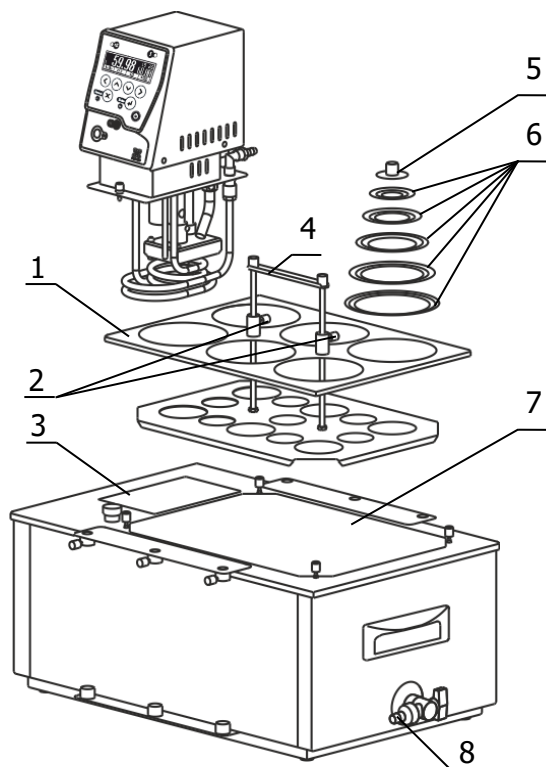

Рисунок 2 — Установка блока регулирования
2.2.3 Погрузить блок регулирования температуры в отверстие 3 (рисунок 2) и закрепить его винтовыми фиксаторами на крышке термостата.
2.2.8 Поднять дно корзины в крайнее верхнее положение с помощью ручки 4 (рисунок 2) и зафиксировать крепежными винтами 2. В зависимости от диаметра емкости установить необходимое количество концентрических колец 6 и поместить емкость в корзину. Положение колбы можно зафиксировать, надев на ее горловину кольцо подходящего диаметра. Ослабив крепежные винты 2 опустить дно корзины на необходимую глубину и снова закрепить винты.
- использовать крышки 5 (рисунок 2), ограничивающие доступ воздуха к поверхности теплоносителя при выходе термостата на установленную температуру и в промежутках между измерениями;
2.4.2 Надеть сливной шланг из комплекта поставки на кран 8 (рисунок 2) и закрепить его хомутом. Свободный конец шланга опустить в емкость для сбора теплоносителя объемом, превышающим объем термостата.